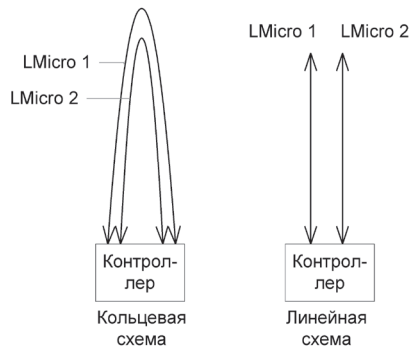

Рисунок 3. Варианты подключения адресных линий LMicro к контроллеру L6F64
1. Адресная линия уровня микрочипов LMicro. Обеспечивает взаимодействие между контроллером и адресными исполнительными и контролирующими устройствами. К этой линии подключаются безадресные охранные, пожарные извещатели, исполнительные устройства и др. через адресные микрочипы, а также адресные извещатели (непосредственно к линии, без использования микрочипов). У контроллера Legos L6F64 существуют две адресные шины LMicro по 32 адреса каждая. LMicro может быть подключена к контроллеру по кольцевой или линейной схеме (Рисунок 3).